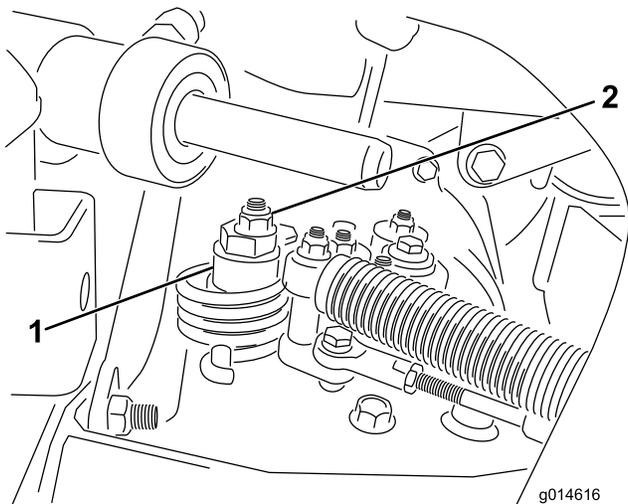

図 51
- A. 偏芯ナットをハイドロスタット上部に止めているナットをゆるめる (図 51)。
- C. どちらにも車輪が回らないように偏芯ナットを回して調整する。調整ができれば固定ナットを締める (図 51)。スロットル SLOW および FAST 位置で調整が正しいことを確認する。